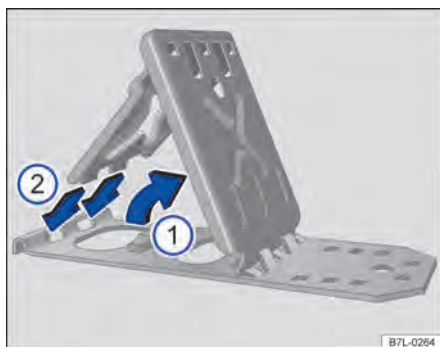

Fig. 192 Rebater o calço dobrável.
- Erguer a chapa de apoio → Fig. 192 ①.
- Encaixar completamente as duas “pontas” da chapa de segurança nos furos longos da chapa base → Fig. 192 ②.